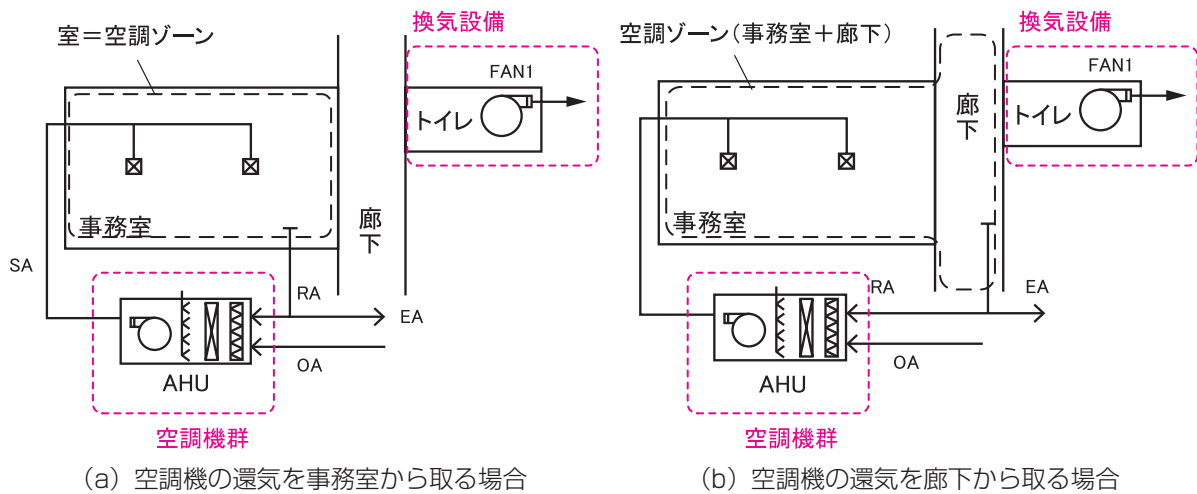

図 2-2-38 空調機群の考え方 (2)
2) システム例 2 (図 2-2-38 「空調機群の考え方 (2)」 参照)